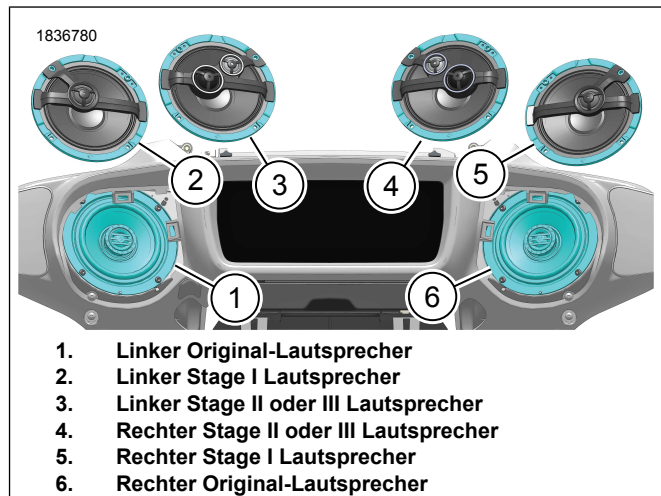

Abbildung 5. Lautsprecherausrichtung (typisch)
1. Abbildung 5 Den Stage I (2, 5) oder II (3, 4) Lautsprecher wie abgebildet ausrichten.